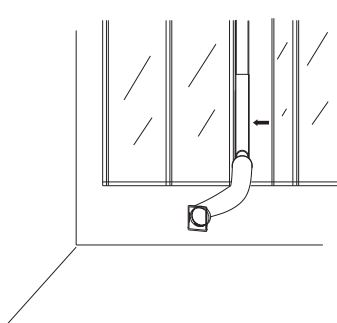

Fig. 7
8. Montează pe fereastră conducta de evacuare a aerului, kitul pentru fereastră și accesoriile, apoi închide fereastra conform direcției săgeții din Fig. 7 pentru a apăsa kitul pentru fereastră până se fixează bine.